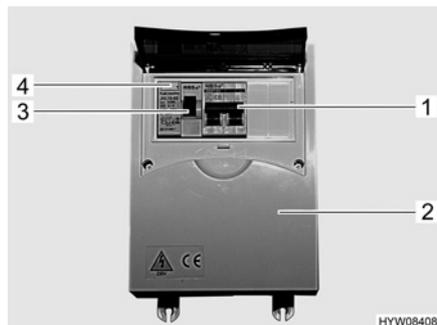

Fig. 73 Caja de fusibles de 230 V con interruptor de protección de línea e interruptor FI
- Desconectar el interruptor de protección de línea (Fig. 73,1) en la caja de fusibles (Fig. 73,2).
- Al estar el vehículo conectado a la alimentación de 230 V, pulsar la tecla de prueba (Fig. 73,4) del interruptor de corriente de defecto (interruptor FI) (Fig. 73,3) en la caja de fusibles (Fig. 73,2). Se debe activar el interruptor de corriente de defecto.